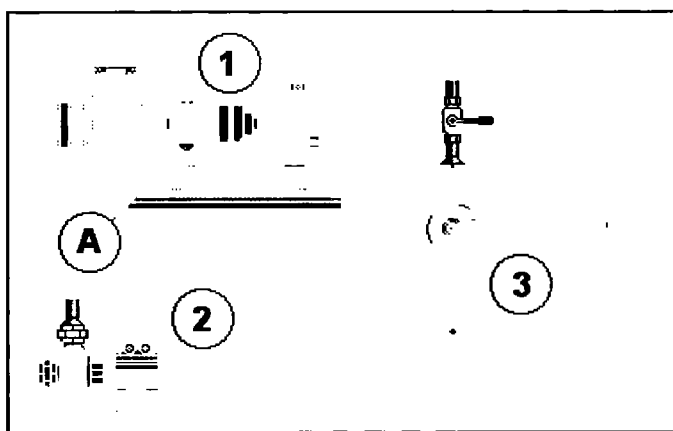

Рис. 92.4.
В этот момент потребляемый двигателем ток равен нулю, хотя напряжение питания на его клеммах присутствует, а корпус двигателя на ощупь горячий. Снимите питание с двигателя (обмотка вскоре остынет) и проверьте легкость вращения вала (см. рис. 92.4).
- ▶ На насосных агрегатах с соединительной муфтой (поз. 1 на рис. 92.4) удостовериться в свободном вращении вала очень легко. Отключите питание двигателя, обхватите втулку муфты руками и попробуйте вручную провернуть вал. В этом случае вы сможете также удостовериться в отсутствии чрезмерного люфта (биения) муфты, оценить степень ее износа и проверить жесткость сцепления. Проверьте также уровень масла (поз. А). Если есть необходимость в доливе масла, используйте только ту марку, которая рекомендована производителем насоса.
- ▶ Для насоса с “сухим” ротором (поз. 2 на рис. 92.4) снимите с двигателя напряжение питания и используйте отвертку или другой инструмент, подходящий для того, чтобы провернуть ось двигателя (монетку, шестигранник и т.д.) и проверить легкость вращения.
- ▶ Некоторые модели с “затопленным” ротором двигателя (поз. 3 на рис. 92.4) снабжены завинчивающейся пробкой с пластинчатым хвостовиком (которая иногда служит как сливной кран), установленной на конце вала.